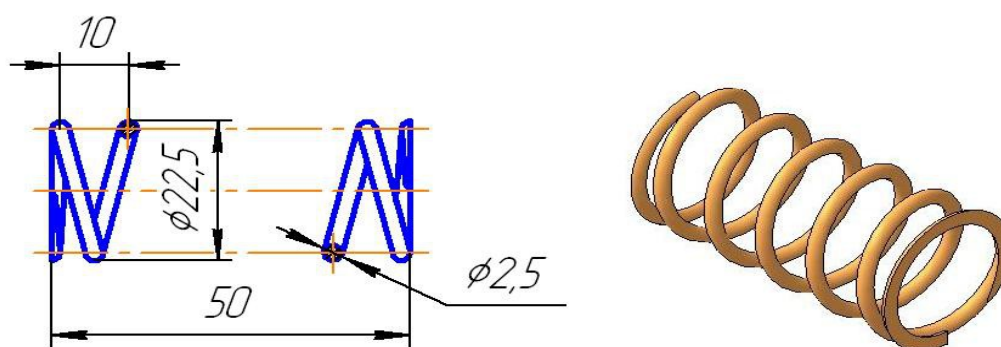

Рис.3.28. Чертеж и модель детали «*Пружина сжатия*»
- ✓ Создать трехмерную модель детали «*Пружина сжатия*» (рис. 3.28), руководствуясь рисунком 3.29 и пояснениями к нему.